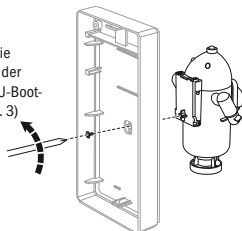

Abb. 3
3. Lösen Sie die Schrauben an der Unterseite der U-Boot-Halterung (Abb. 3)